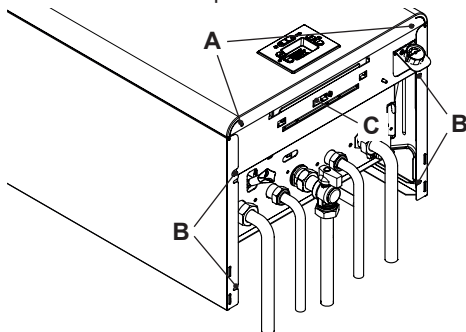
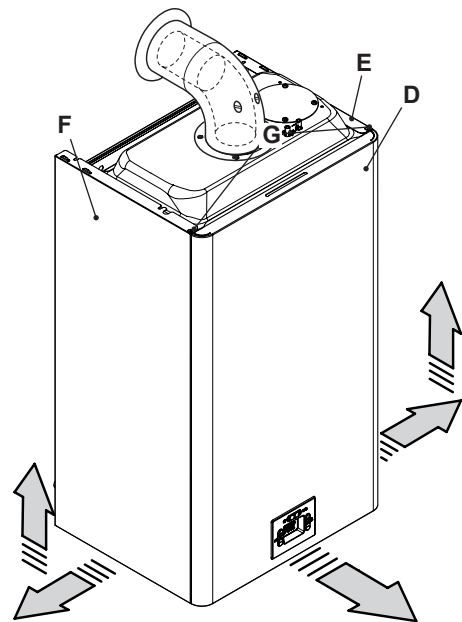

Figura 9.1
Figura 9.2
- Svitare le viti **A** e **G** quindi rimuovere il pannello frontale **D** tirandolo a sé (Figura 9.1 e Figura 9.2).
Allentare la viti **B** in Figura 9.1 e togliere i due
- Svitare la vite **C** in (Figura 9.1).